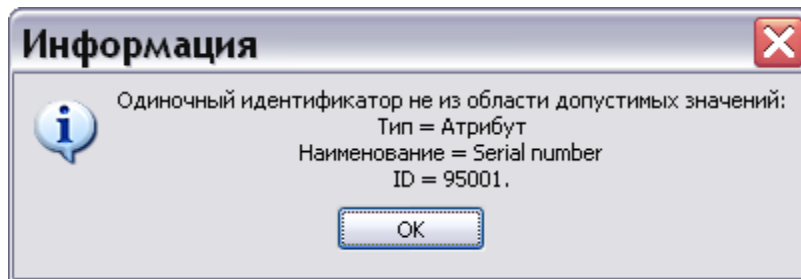

Рис. 21.173
2. Нажмите на кнопку **Описание ошибки**, после этого появится окно с информацией о некорректной применимости (Рис. 21.173).